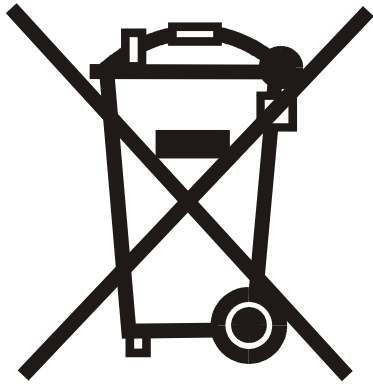

Rys. 1 Schemat podłączenia urządzeń i czujników do regulatora GH10NA.
3. podłączyć czujnik temperatury CWU do sterownika pod zaciski jak na Rys. 1
Do sterownika GH10NA można podłączyć zewnętrzny termostat (\Rightarrow Rys.1), który w przypadku zadziałania zewrze swoje styki wyjściowe i wprowadzi kocioł w stan blokady. Na wyświetlaczu pojawi się napis „bLo”.